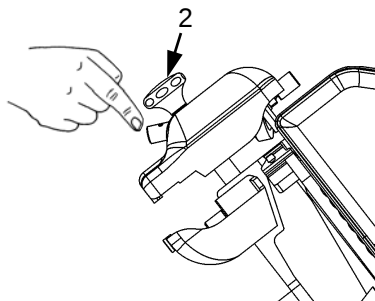

Abb. 43
6. den Druckknopf 2 Abb.43 drücken, das Schneideblatt zwischen den Schleifscheiben ungefähr 30/40 Sek. drehen lassen, bis sich auf der Klinge ein leichter Grat bildet;